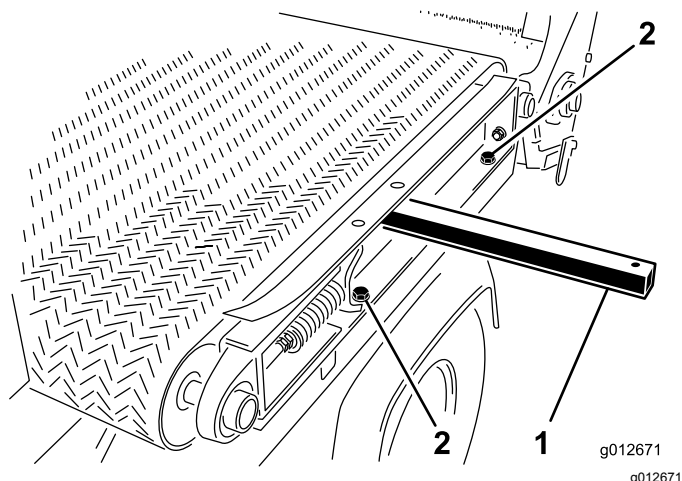

Figura 35
- A la izquierda de la máquina, monte el travesaño del bastidor deslizante en el guardabarros izquierdo (Figura 35) con los 2 tornillos y las 2 arandelas que retiró en Desmontaje de la plataforma deslizante \(página 24\) y apriete los tornillos.